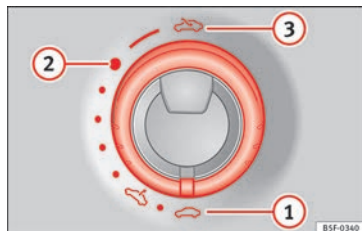

Fig. 11 Sur le toit intérieur : tourner le bouton pour l'ouverture et la fermeture.
- Ouverture : tourner la commande vers la position » fig. 11 ③.
- Position confort : tourner la commande vers la position »» fig. 11 ②.
- Fermeture : tourner la commande vers la position »» fig. 11 ①.